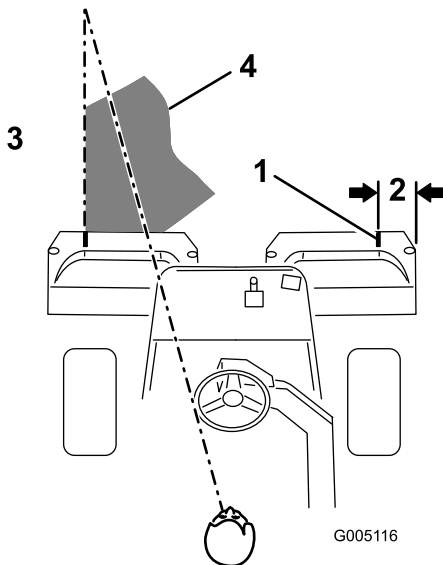

Figure 28
**Remarque:** Pour vous aider à traverser le green en ligne droite et à maintenir la machine à égale distance du bord de la passe précédente, imaginez une ligne de vision imaginaire à environ 1,8 à 3 m en avant de la machine jusqu'au bord de la partie non coupée du green (Figure 28). Faites passer la ligne de vision par le bord extérieur du volant, c.-à-d. de maintenir le bord du volant aligné sur un point se trouvant toujours à la même distance par rapport à l'avant de la machine.